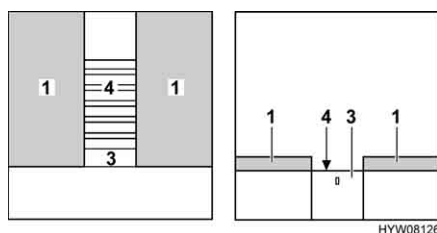

Fig. 118 Pendant la transformation
- Faire ressortir le sommier à lattes (Fig. 118,4) complètement. Tirer pour ce faire sur le tiroir (Fig. 118,3).